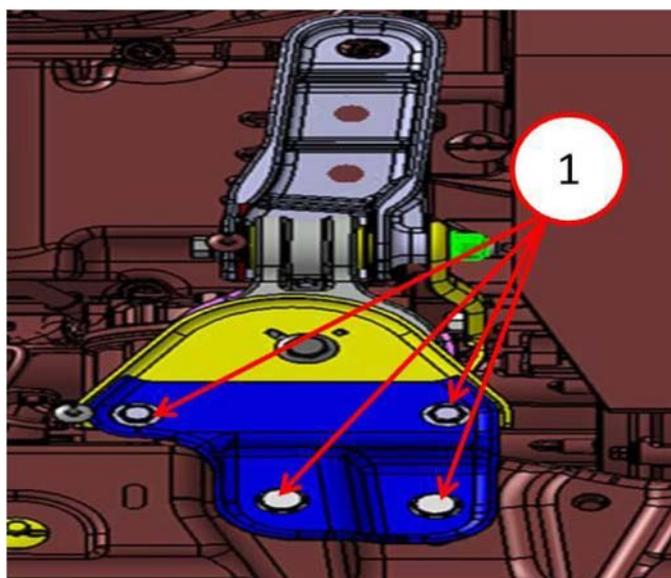

Fig. 3 Vista inferiore staffa montante di fissaggio
4. Togliere i quattro bulloni inferiori staffa telaio cambio differenziale (Fig. 3).
9. Montare i quattro bulloni inferiori staffa telaio cambio differenziale (Fig. 3).